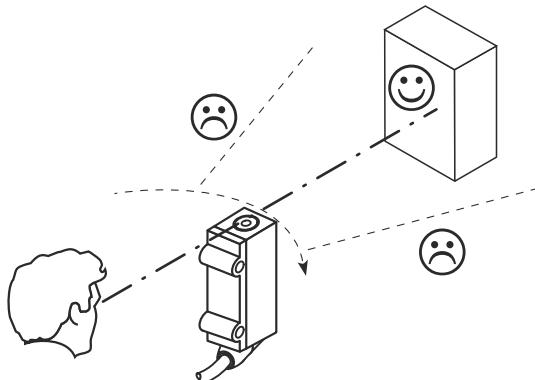

図 3: センサ光軸調整
① 白い対象物、拡散反射率 90%
② 反射率 6% ... 90%の対象物 (DIN 5033 に準拠した標準白色に相当)
3. 赤外線(不可視)が対象物の中央に照射されるように位置決めします。正しい光軸調整は、LED表示を通してのみ認識できます(対象物検出、黄色のLEDが点灯)。または赤外線コンバータカード(SICKアクセサリプログラムを参照)を補助として使用してください。参照図3、ページ95